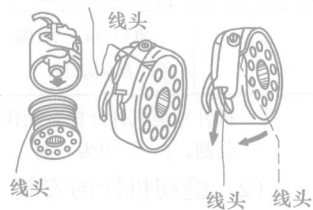

图 1-3 梭芯的安装
(4) 将梭芯装入梭芯套 将绕满底线的梭芯拉出 10cm 左右长的线头，装入梭芯套，如图 1-3 所示。将留下的线头嵌入梭芯套的缺口内，然后牵引线头使缝纫线滑过梭皮底面，并从梭皮的叉口处拉出。